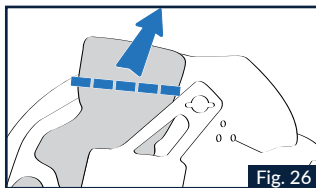

Fig. 26
1.3 Staccare la parte superiore dell'imbottitura interna pre-fustellata (Fig.26), quindi riposizionare correttamente la restante parte d'imbottitura nel guanciale. Si consiglia di conservare la parte d'imbottitura rimossa per eventuali reimpieghi successivi.
2.3 Inserire correttamente all'interno della fodera di rivestimento in tessuto del guanciale la parte d'imbottitura precedentemente rimossa (Fig.26).